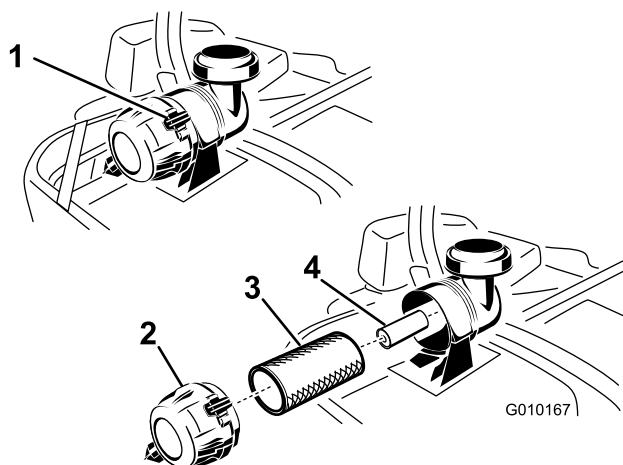

Figure 46
3. Appuyez sur les attaches du filtre à air pour les ouvrir et détachez le couvercle du corps du filtre à air (Figure 46).
5. Sortez l'élément principal du corps du filtre avec précaution (Figure 46). Évitez de cogner l'élément à l'intérieur du corps.
1. Ne nettoyez pas l'élément en papier ; remplacez-le (Figure 46).
2. Si vous remplacez l'élément secondaire, insérez-le avec précaution dans le corps du filtre (Figure 46).
3. Placez ensuite l'élément principal sur l'élément secondaire avec le même soin (Figure 46). Assurez-vous qu'il est bien engagé en appuyant sur le rebord extérieur.
4. Montez le couvercle, reniflard en bas, et tournez-le pour que les attaches verrouillent le couvercle en place (Figure 46).